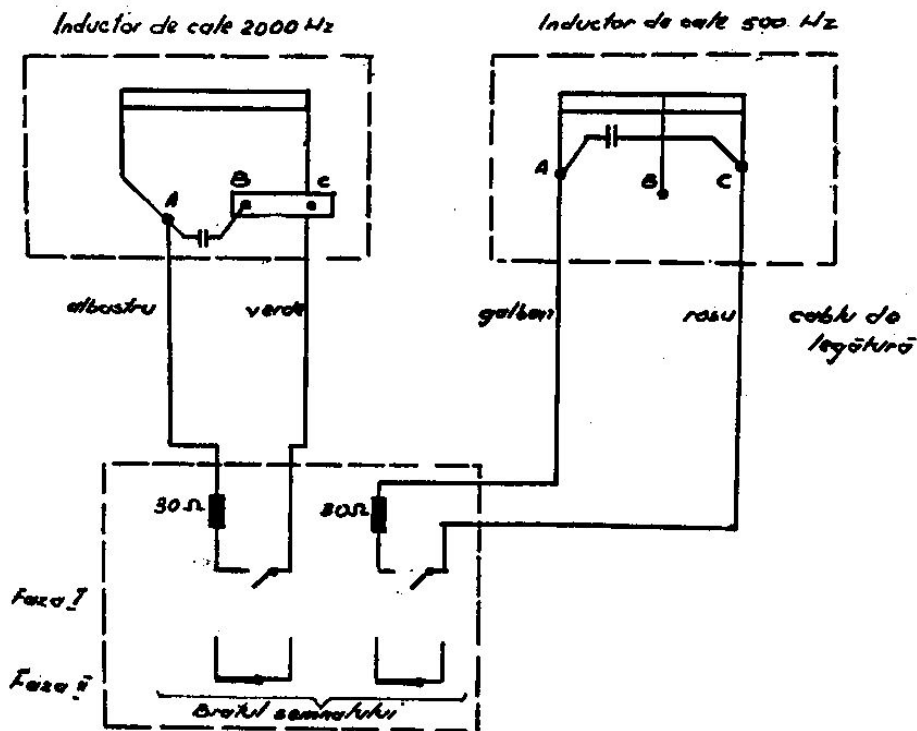
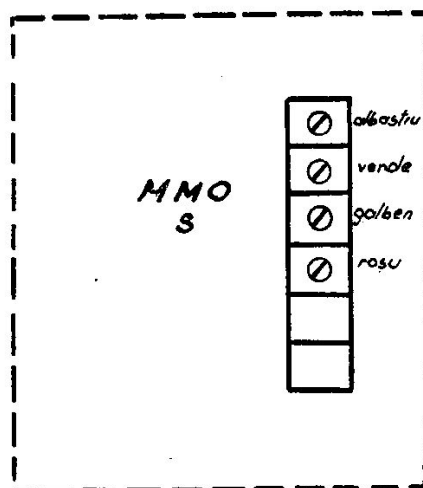

Fig. 43 Schema electrică și conectarea la semaforul de trecere cu un braț echipat cu inductoare de cale de 2000 Hz și de 500 Hz
Fig. 44 Executarea conexiunilor în contactor
h) Semaforul de trecere cu un braț echipat cu inductoare de cale de 2 000 Hz și de 500 Hz (fig. 43 și fig. 44).